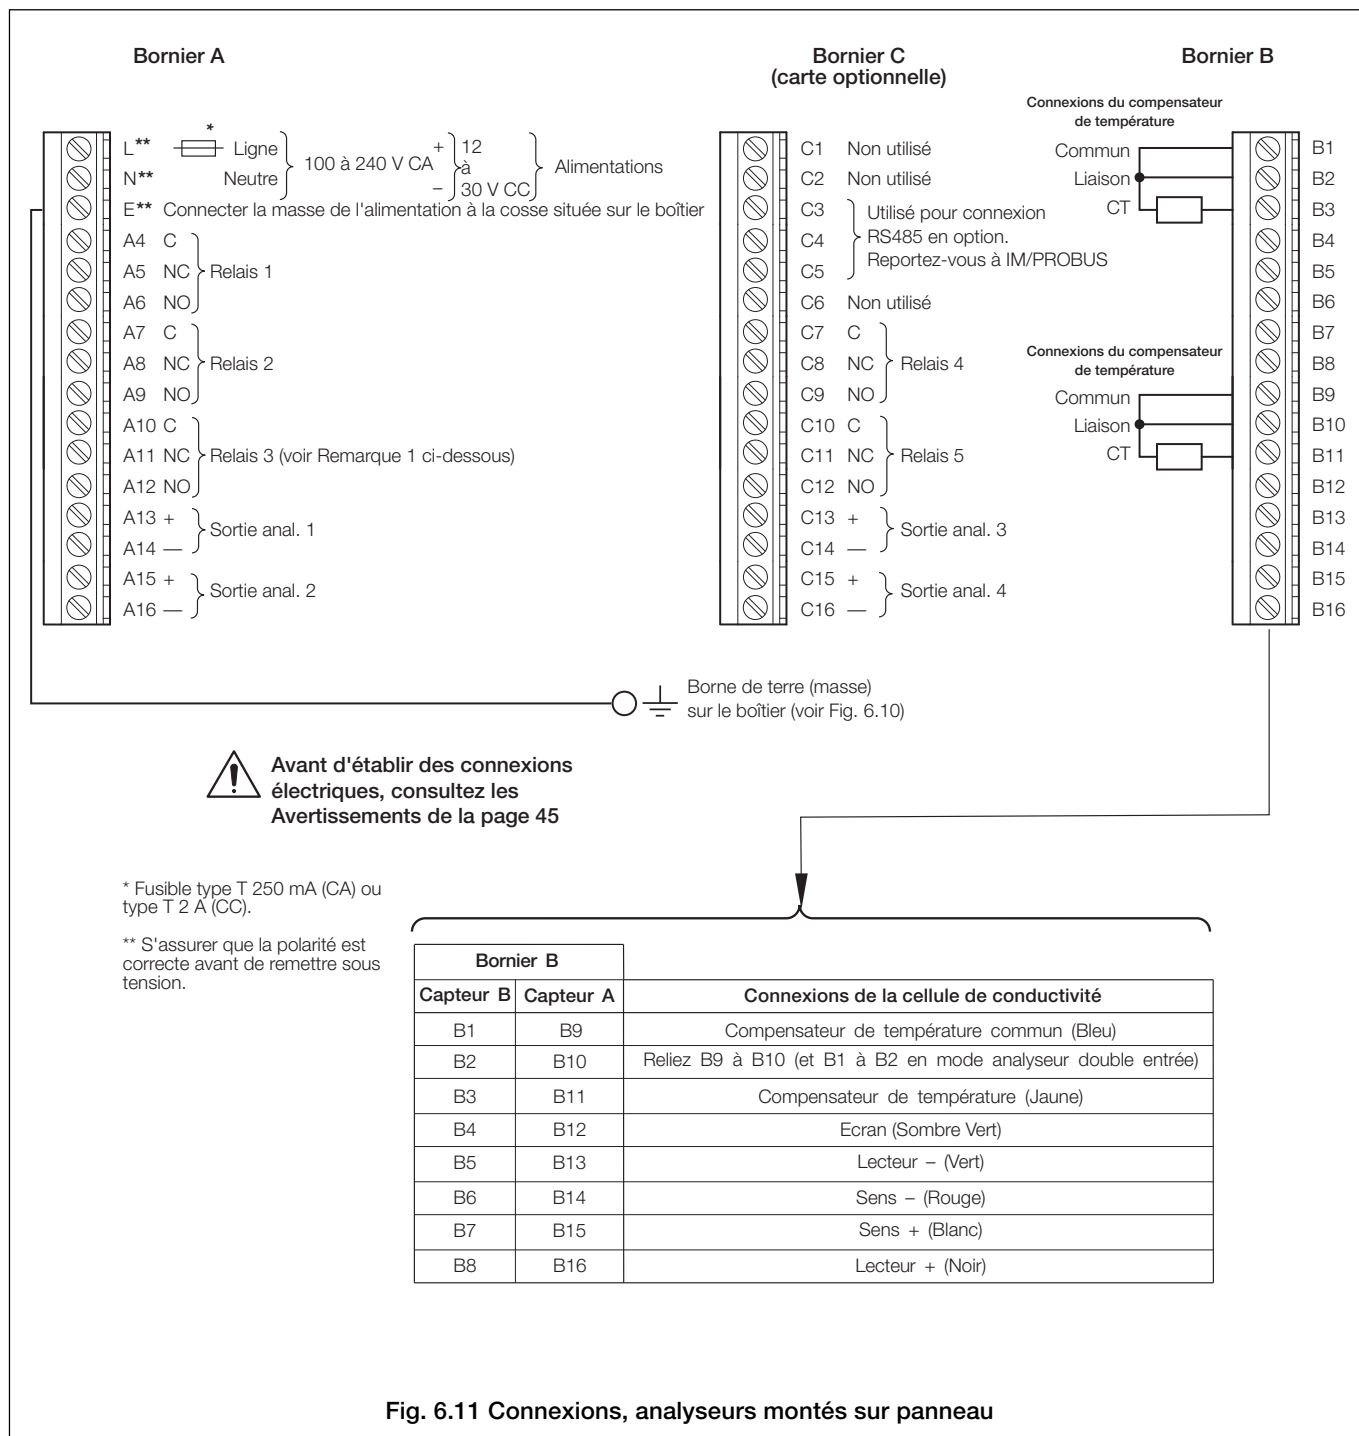

Fig. 6.11 Connexions, analyseurs montés sur panneau
6.5.2 Connexions – Figure 6.11